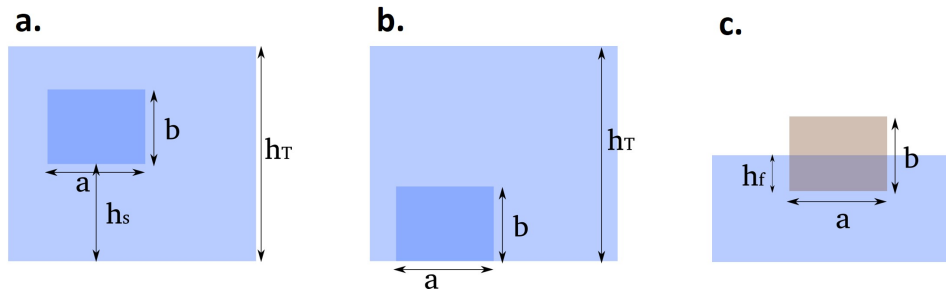

FIGURE 3 – a. Élément immergé. b. Élément touchant le fond. c. Élément flottant.
3. Dans le cas de la figure 3.b, où E touche le fond, E ressent-il la poussée d'Archimède? Pourquoi?
4. Dans le cas de la figure 3.c, si $h_f=0.4b$, quelle est la valeur de ρ_E ?